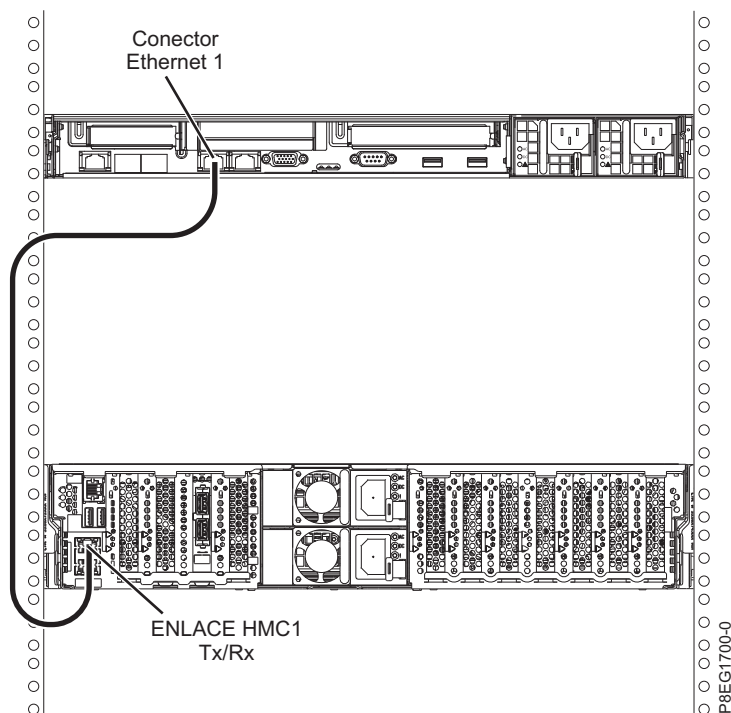

Figura 17. Conexión de la HMC al sistema gestionado
1. Si desea conectar directamente la HMC al sistema gestionado, conecte el **Conector Ethernet 1** de la HMC al puerto **HMC1** del sistema gestionado. Consulte Figura 17.